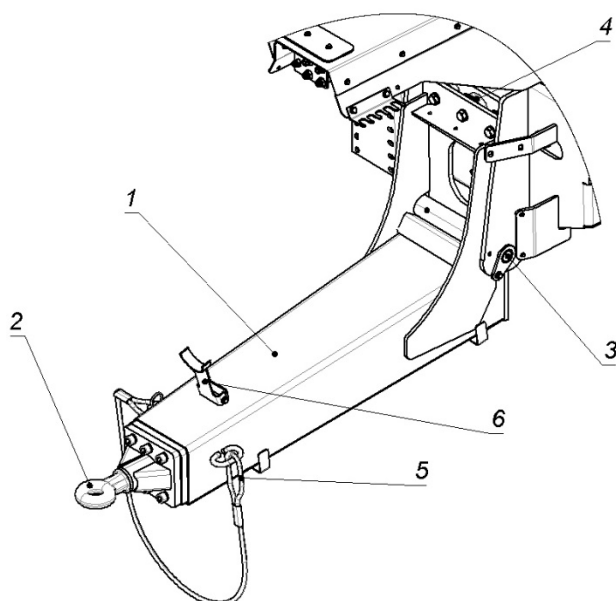

Рисунок 3 – Съёмное дышло
2.3 Съёмное дышло 1 (Рисунок 3) устанавливается на кронштейн рамы на нижний палец 2, в верхней части крепится к раме болтами через полиуретановые опоры 3. Для регулировки высоты расположения петли 4, предусмотрены регулировочные шайбы.